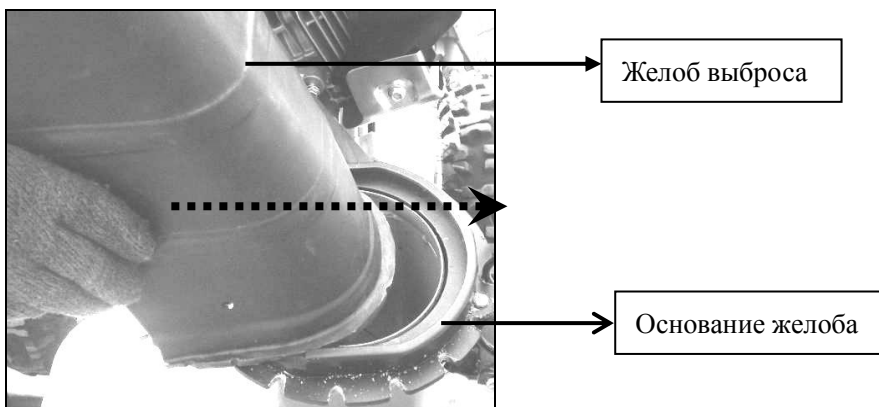

Рисунок 6. Установка желоба выброса.
2. Установите желоб выброса в основание. Смотрите рисунок 6.